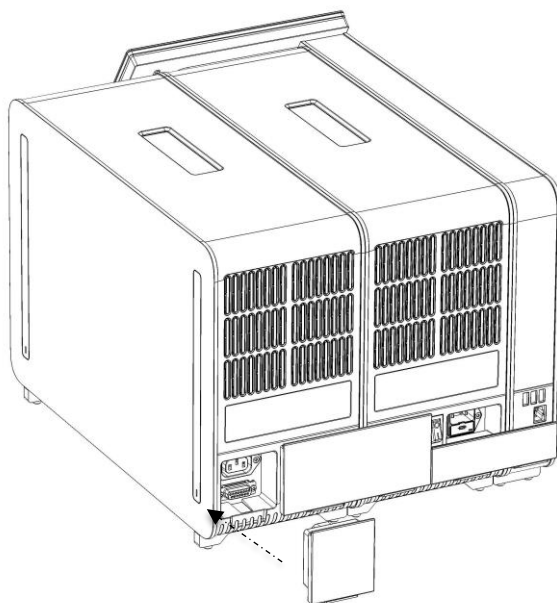

Figura 19. Conectando a Ponte de terminação.
7. Conecte a Ponte de terminação na parte traseira do Módulo analítico (Figura 19).